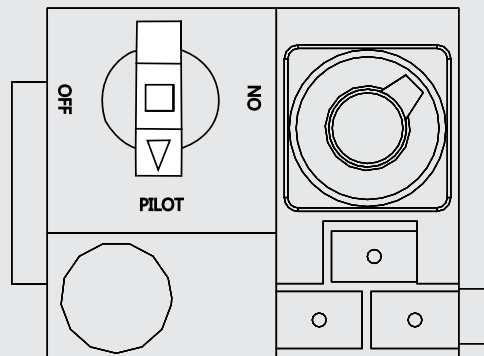

Figure 8
2. Appuyer puis tourner le bouton de la commande du gaz pour le mettre en position « PILOT ». **(Figure 8)**
3. Appuyer sur le bouton de la commande de gaz et maintenir enfoncé pendant que vous allumez manuellement la veilleuse. **(Figure 8)**